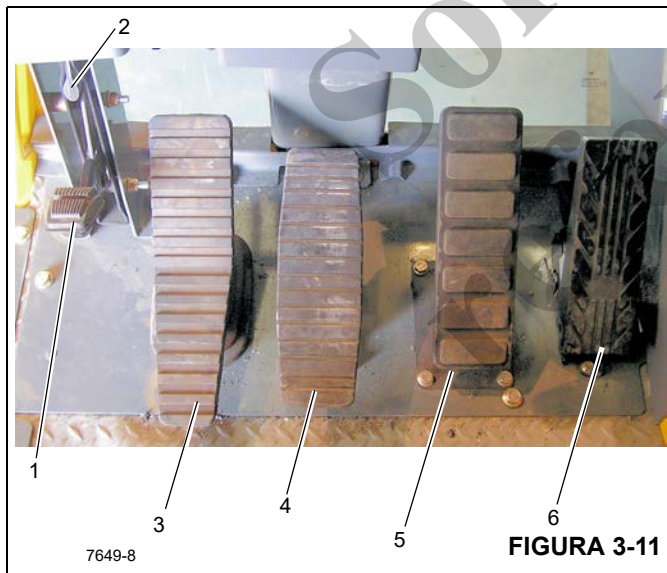

Figura 3-11 - Números de artículos
El pedal del bloqueo de giro en 360° (1) (Figura 3-11) se encuentra en el lado izquierdo del piso de la cabina de la grúa. El pedal se utiliza para activar el sistema de bloqueo de giro para evitar que la torreta gire. Para soltar el bloqueo de giro, tire de la palanca de soltado del bloqueo de giro de 360° (2) hacia arriba.
El pedal del freno de giro (3) (Figura 3-11) se encuentra en el lado izquierdo del piso de la cabina. El pedal del freno de giro se usa para reducir la velocidad del movimiento de giro o detenerlo. La fuerza de frenado es proporcional a la distancia que se pise el pedal. Si no se pisa el pedal y se desengrana la válvula de control del freno de giro, se aplica presión hidráulica al freno, lo cual vence la tensión de su resorte para soltarlo. Cuando se pisa el pedal, se acciona la válvula del servofreno de giro que aplica presión al conjunto del freno. Esta presión auxilia a la tensión del resorte para vencer la presión hidráulica aplicada al circuito de liberación del freno, lo cual aplica el freno según la presión recibida de la válvula del servofreno de giro.
El pedal de control de telescopización (4, Figura 3-11), presente cuando la grúa está provista de malacate auxiliar, se encuentra en el lado izquierdo del piso de la cabina. Pise la parte superior del pedal para extender la pluma y la parte inferior del pedal para retraerla.
El pedal de frenos (5) (Figura 3-11) es el segundo pedal contado desde la derecha en el piso de la cabina. El pedal se pisa para regular la aplicación de los frenos de servicio.
El pedal acelerador (6) (Figura 3-11) se encuentra en el lado derecho del piso de la cabina. Se usa para controlar la aceleración del motor, la cual aumenta o disminuye proporcionalmente según la presión aplicada al pedal. El pedal está conectado por medios eléctricos al módulo de control de la superestructura, el cual envía una señal a la unidad de control del motor por vía del enlace de datos J1939.